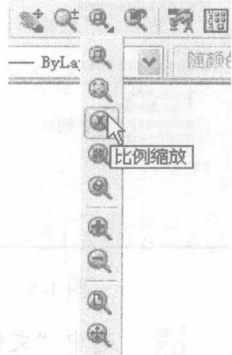

图 1-4 弹出工具栏
(4) 弹出工具栏：有些图标按钮的右下角带有“▲”，表示该工具项具有弹出工具栏，打开工具下拉列表，按住鼠标左键，将光标移到某一图标上然后松开，该图标就成为当前图标，如图 1-4 所示。